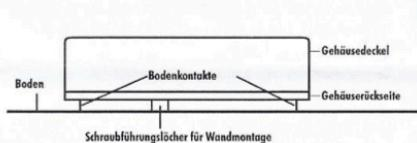

Abb. 4
- Stellen Sie die angeschlossenen und mit Strom versorgten Wasseralarm auf die gewünschte Stelle am Boden (siehe Abb. 4).